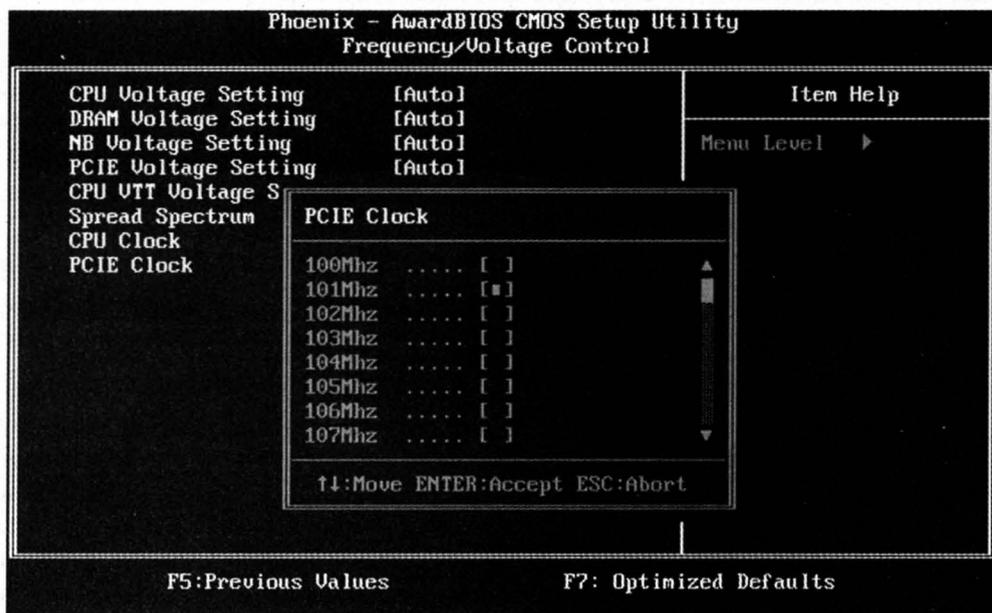

Рис. 17.2. Установка фиксированного значения частоты шины PCI Express
3. Установите вручную частоты шин PCI/PCI-E. Для шины PCI следует установить частоту 33 МГц, а для PCI Express лучше установить значение в пределах 100–110 МГц. В некоторых моделях плат при значении Auto или паспортном значении 100 МГц результаты могут получиться хуже, чем при нестандартном значении частоты в 101 МГц (рис. 17.2).